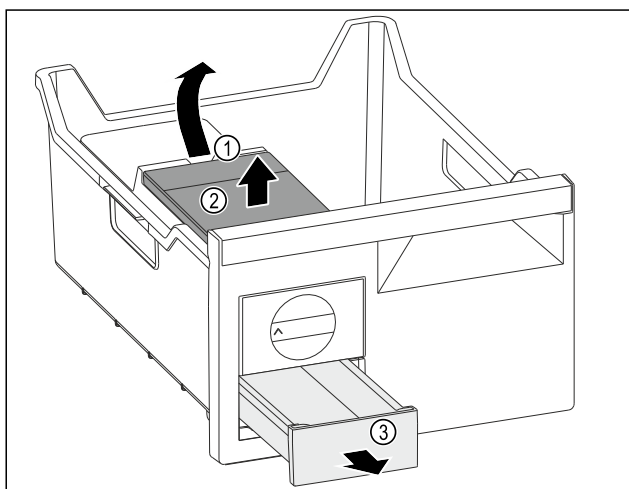

Fig. 120
- ▶ Извлеките бак для воды: Поднимите бак для воды за выемку Fig. 120 (1).
- ▶ Извлеките бак для воды Fig. 120 (2) движением вверх.
- ▶ Извлеките выдвижной ящик для кубиков льда Fig. 120 (3) движением вперед.